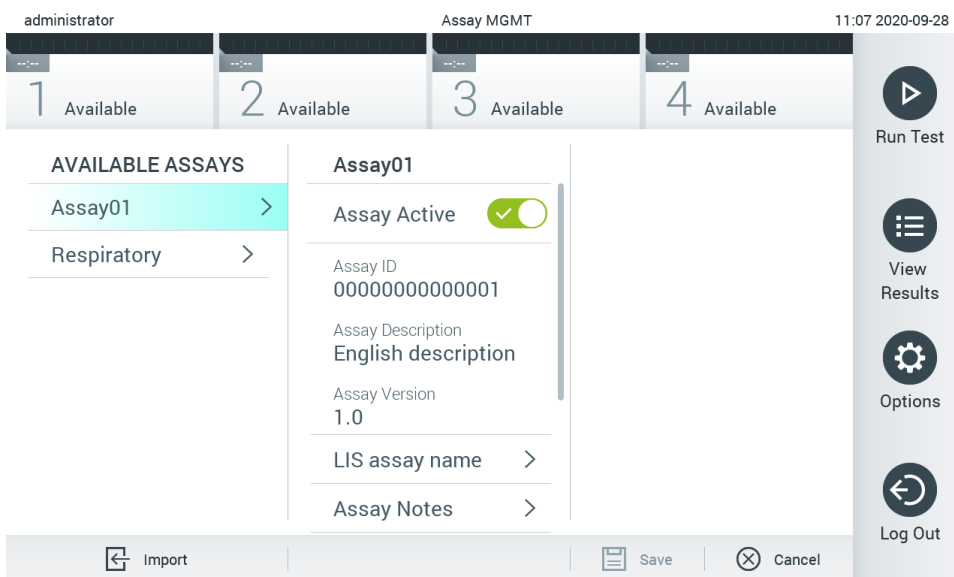

Figura 68. Ativação do ensaio.
- Nota:** Se as amostras de controlo externo (EC) estiverem ligadas a um ensaio que seja substituído por uma nova versão, a amostra de EC é reposta e precisa de ser reconfigurada. Para obter mais informações, consulte a Secção 6.6.
7. O ensaio torna-se ativo selecionando Assay Active (Ensaio ativo) (Figura 68).